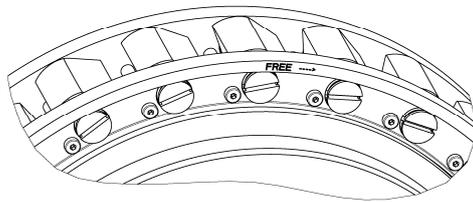

Abb. 4: Klemmkörper in „Eingriff“
- Innenring (2) inklusive Käfig (8) aus dem Außenring (1) heben, dazu ggf. geeignete Hebemittel an Hebegewinde des Innenringes anbringen
- Innenring inklusive Käfig (8) mit FREE nach UNTEN auf Montagetisch ablegen und Ringschraube entfernen
- die Klemmkörper des Freilaufkäfigs mit einer Montagehilfe (O-Ring/ Kabelbinder) in Abhebestellung fixieren (siehe Abbildung 4 und 5)
- die Klemmkörper des Freilaufkäfigs mit einem O-Ring/ Kabelbinder als Montagehilfe in Abhebestellung fixieren (siehe Abbildung 4 und 5)
- Innenring (2) mit Käfig (8) in Außenring (1) einsetzen bis die Hälfte des Klemmkörpers verdeckt wird